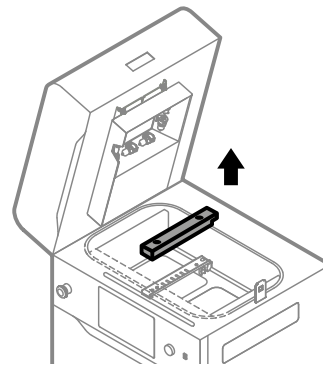

Abb. 12.12 Entferne die schwarze Abdeckung des Recoaters.
9. Nimm die schwarze Abdeckung vorsichtig vom Recoater ab (Abb. 12.12).